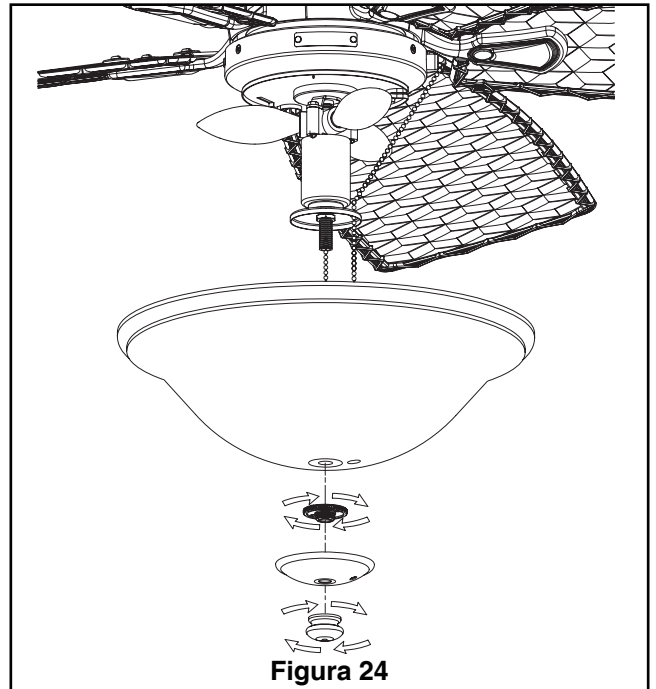

Figura 24
2. Asegure la decoración redonda de cristal para el colocador de la iluminación utilizando la tuerca suministrado. A continuación, instale la carcasa elegante seguido del elemento final. No apriete en exceso. (Figura 24)